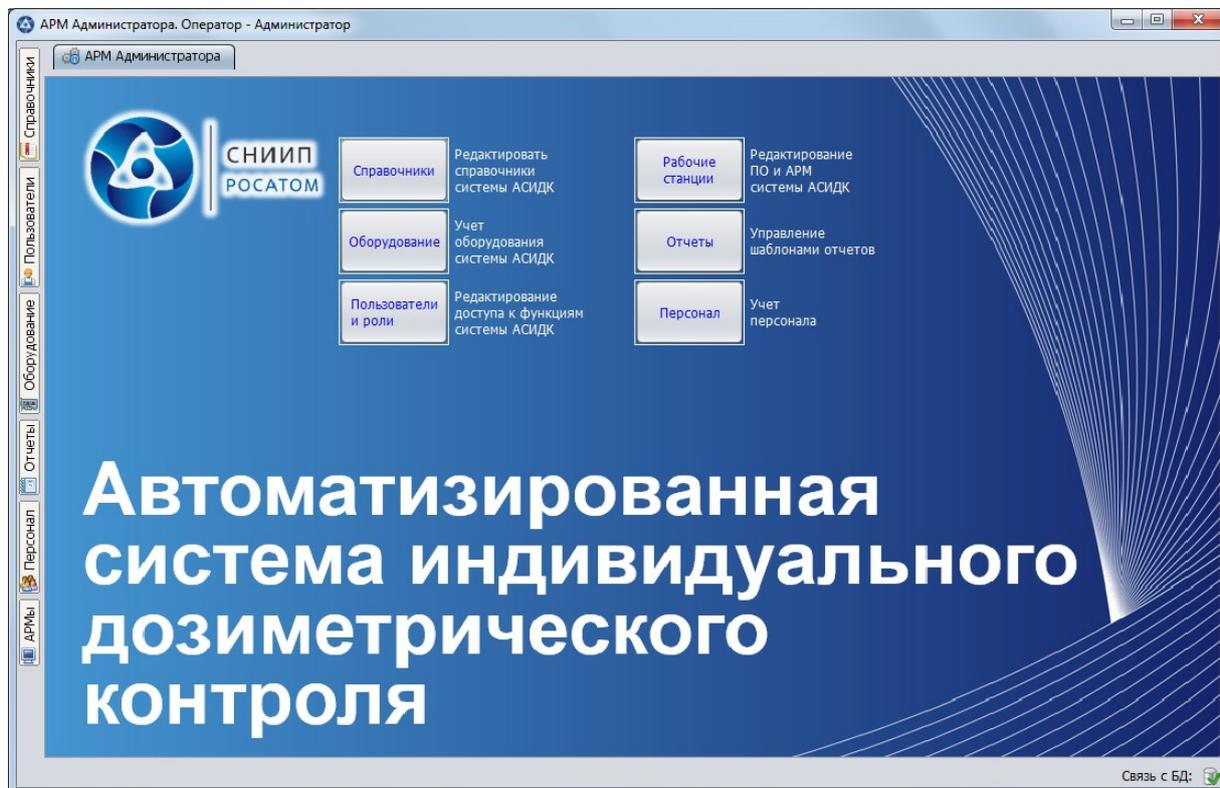

Рисунок 2
3.3.1. Состав окна «АРМ Администратора» представлен на рис. 2.